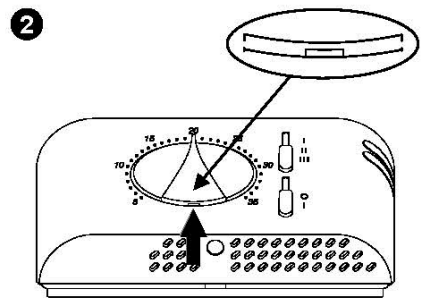
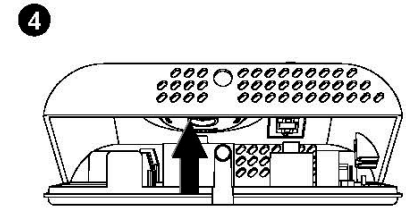

Fig. 3
Fig. 5
Enheten har två utgångar avsedda för anslutning av extern temperaturgivare samt bimetalltermostat för temperaturhållning. Reglagevredet kan även låsas inom vissa temperaturområden med stift (fig. 5).
- 2) Skjut båda reglagen nedåt och ställ termostatvredet på 20°C. Lossa inställningsvredet med hjälp av en skruvmejsel (fig. 3).
- 3) Tag bort plasthöljet genom att föra in t.ex. en liten skruvmejsel i öppningen, placerad i den nedre delen (fig. 3), och samtidigt lyfta den enligt fig. 5.
1. Tag loss termostatvredet med hjälp av en skruvmejsel (fig. 3 - 4 - 5).